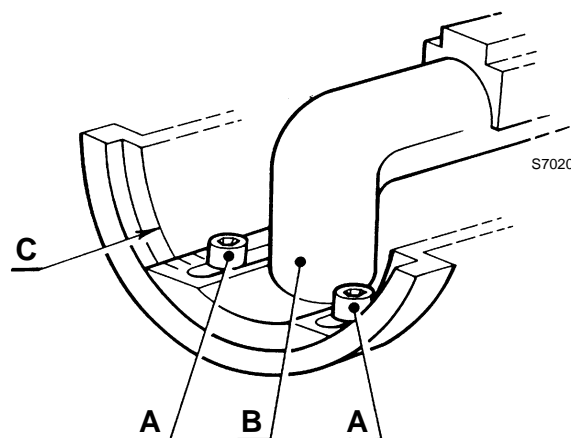

Fig. 10
- desserrer les deux vis A)(Fig. 10), déplacer le coude B) afin que le plan arrière du manchon C) coïncide avec l'encoche souhaitée;
- desserrer les deux vis A)(Fig. 10) sans les enlever;